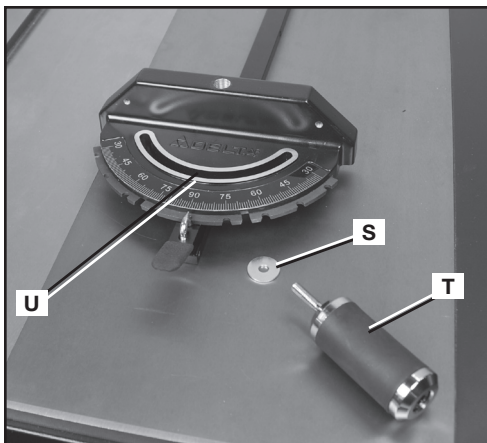

FIG. 15
1. Coloque la arandela (S), Fig. 15, en el montante roscado al final del mango del calibrador de inglete (T).